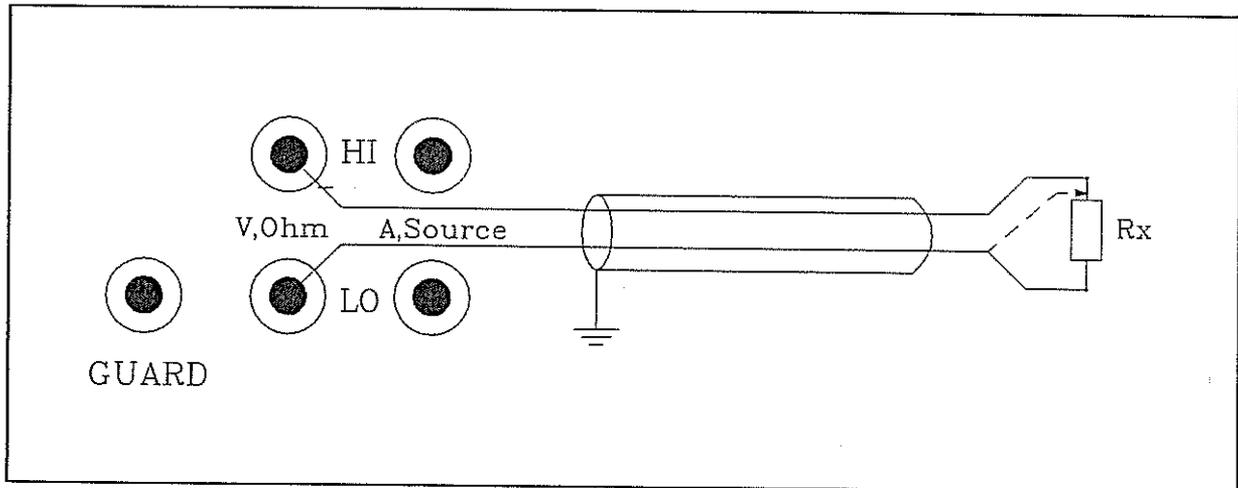

Abb. 8.2.1. Zweidraht-Meßanordnung
Das Digitalmultimeter 5001 und 6001 führt Widerstandsmessungen in Zweidraht-Anordnung aus. Um auch kleine Widerstände mit hoher Genauigkeit zu messen, ist eine sorgfältige Kompensation der Meßkabelwiderstände und der Thermospannungen mit Hilfe der Offsetkorrektureinrichtung notwendig. Hierzu werden die beiden Meßkabel mit ihren Prüfklemmen entsprechend der gestrichelten Linie in Abb. 8.2.1 auf einer Seite des Prüflings angeschlossen und eine Offsetkorrektur durch die Taste "Zero" ausgelöst. Hierbei werden jetzt alle möglichen Fehlerquellen, wie Zuleitungswiderstand, Übergangswiderstand und Thermospannungen an den Übergängen verschiedener Metalle eliminiert.
Die Meßanordnung (s. Abb. 8.2.1.) ergibt akzeptable Meßergebnisse; dies jedoch nur in einem Widerstandsbe-
Die Polarität des durch Rx führenden Stromes ist so festgelegt, daß das mit der oberen Buchse des "Ohm-Source"-Ausgangs verbundene Ende von Rx ein negatives Potential gegenüber dem anderen Ende von Rx besitzt. Es ist stets darauf zu achten (s. auch Abb. 8.2.1. bis 8.2.2.), daß das Widerstandsende von Rx, das mit der oberen (HI) Buchse des "Ohm-Source"-Ausgangs verbunden ist, auch mit der oberen (HI) Buchse des "V/kOhm"-Eingangs verbunden wird. Entsprechendes gilt für die unteren Buchsen.